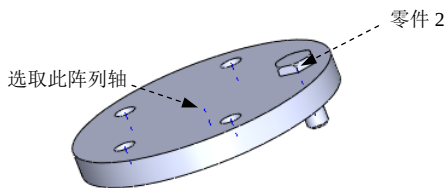

图 4.5.4 选取阵列轴
Step3. 确定阵列轴。选取图 4.5.4 所示的临时轴为阵列轴。
Step5. 定义要阵列的零部件。在“圆周阵列”窗口的 **要阵列的零部件(C)** 区域中单击  后的文本框，再选取图 4.5.4 所示的零件 2 作为要阵列的零部件。